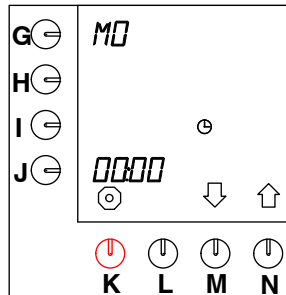

Fig. 31 Aktuell dag och tid
- Tryck på valtangenten (N.)↑ tills fig. 31 (Aktuell dag och tid) visas på displayen.
- Timinställningen bredvid programmeringstangenten börjar blinka (fig. 31 ).